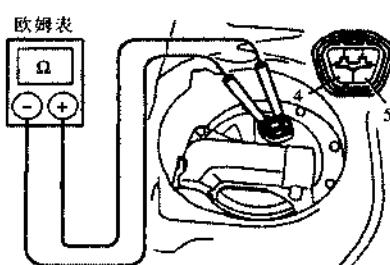

图 2.24 检查燃油泵的电阻
- ① 拆卸后坐垫，拆卸地板检修孔盖板。
- ② 拔下燃油泵和燃油传感器的插接器。
- ③ 用一只欧姆表测量 4 号与 5 号端子之间的电阻，如图 2.24 所示。标准电阻为  $0.2\Omega \sim 3.0\Omega$  ( $20^\circ\text{C}$  时)。如果电阻不符合规定，应更换燃油泵。